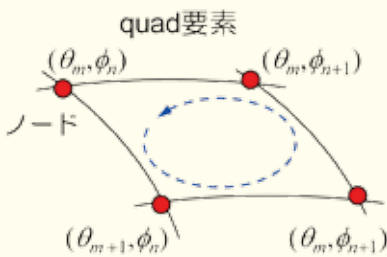

図2.UCDデータ作成のためのquad要素と節点の関係
- (1) θ 方向および ϕ 方向に等間隔で放射強度を求めます。例えば、 5° 間隔で値を計算するならば、 $\theta = 0^\circ, 5^\circ, 10^\circ, \dots, 180^\circ, \phi = 0^\circ, 5^\circ, 10^\circ, \dots, 355^\circ$ の組合せで、 $37 \times 72 = 2,664$ 点でのデータが得られます。
- (2) 上記(1)で計算した値をUCDデータに変換します。UCDデータは非構造型のデータで、節点(ノード)から構成される要素(セル)の集合がモデルになります。要素として4つの節点で構成されるquadを定義します。図2に示すように、互いに隣り合う節点を使用してquad要素を構成します。そのとき、節点を反時計回りに順に記述します。ファイル名を **rpattern.inp** として保存します。ただし、拡張子は必ずinpにしてください。作成されたUCDデータの例をリスト1に示します。ここまでの作業をすべてプログラムとして作成しておき、さまざまな解析結果に利用します。